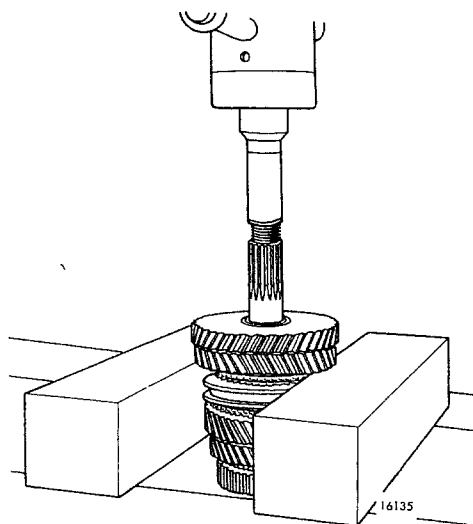

Fig 07-26. Demontering av 1:ans kugghjul
1. Placera axeln i en press och pressa av lagrets innerring, kugghjulet för backen och 1:ans kugghjul, se fig 07-26. Ta bort nållagret.